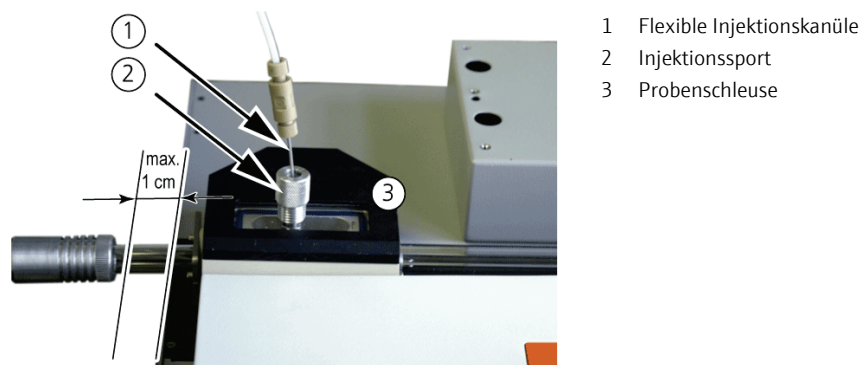

Bild 10 Messgas an multi EA 5100/multi EA 5000 im horizontalen Betrieb anschließen
1. Die flexible Injektionskanüle (1 in Bild 10) über einen Fingertight-Verbinder an den Schlauch 50 auf der Vorderseite des GSS Moduls anschließen.
2. Die Kappe mit Septum am Injektionsport des ABD (2 in Bild 10) abschrauben und durch die vormontierte Kappe mit Injektionskanüle ersetzen.
3. Die Klappe der Probenschleuse des ABD (3 in Bild 10) öffnen und die flexible Injektionskanüle in die Bohrung im Injektionsport bis in das Kupplungsstück des ABD einfädeln.